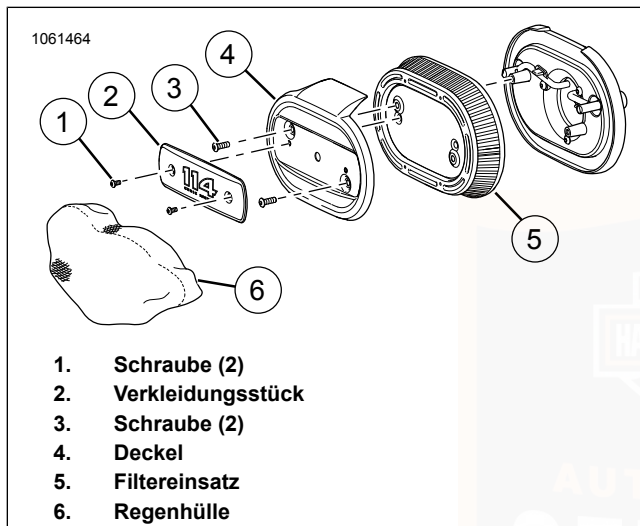

Abbildung 71. Luftfilter: Oval
1. Siehe Abbildung 71. Luftfilter-Ziereinsatz entfernen.
- a. Die Schrauben (1) des Ziereinsatzes entfernen.
- b. Zierring (2) entfernen.
- a. Die Schrauben (3) entfernen.
- b. Den Deckel (4) entfernen.
- c. Den Luftfiltereinsatz (5) entfernen.
Bei Ausstattung mit ovalem Luftfilter:Siehe Abbildung 71. Unter feuchten Bedingungen oder bei Regenwetter kann Wasser in den Motor eindringen, da der Filtereinsatz freiliegt. Wenn das Motorrad geparkt ist, kann eindringendes Wasser zu Motorkorrosion oder -schäden führen. Während der Fahrt kann Wasser Fehlzündungen des Motors verursachen. Bei Nässe oder Regen die Regenschutzhülle (6) über den Luftfilterbaugruppe stülpen, um Eindringen von Wasser zu minimieren.
1. Siehe Abbildung 71. Abdeckungsteile und Luftfiltereinsatz einbauen.
- a. Den Luftfiltereinsatz (5) anbringen.
- b. Die Abdeckung (4) anbringen.
- c. Die Schrauben (3) anbringen. Festziehen. 5,7–6,75 N·m (50–60 **in-lbs**)